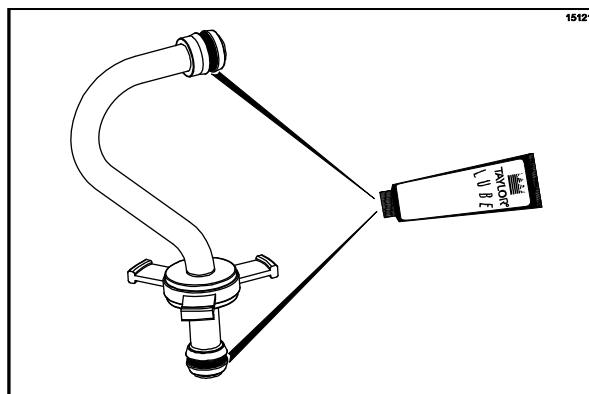

Рисунок 152
11. Установите по одному красному кольцевому уплотнителю на каждый конец трубки подачи смеси и тщательно смажьте их. (См. рис. 152)